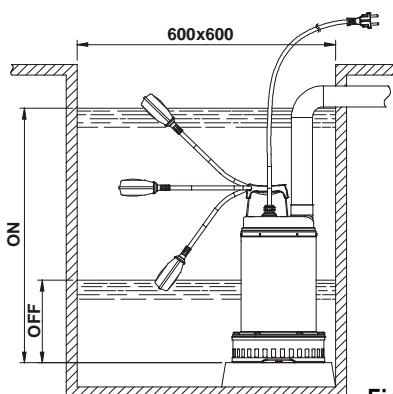

Fig.1
- 4.1 Om det är mycket smutsigt på brunnens botten där pumpen ska installeras bör pumpen placeras på ett stöd för att undvika igensättning (Fig.1)
2. För versionen som är utrustad med flottörbrytare ska du kontrollera att flottören kan röra sig fritt (se avsnitt "INSTÄLLNING AV FLOTTÖRBRYTARE"). **Min. mått** på brunnen där pumpen ska installeras anges i Fig.1. Brunnen måste alltid dimensioneras i förhållande till mängd inloppsvatten och pumpens kapacitet, så att motorn inte måste starta ett överdrivet antal gånger.